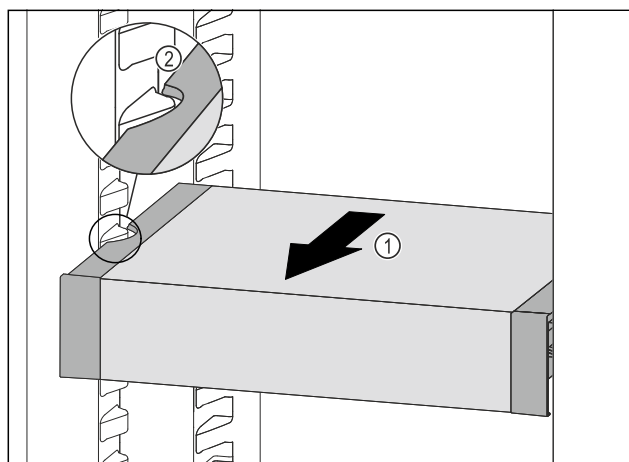

Fig. 87
- Húzza előrefelé a VarioSafe fiókot annyira Fig. 87 (1), hogy a VarioSafe oldalsó kivágásai a hűtőrésszen a tartóborða magasságában legyenek. Fig. 87 (2)